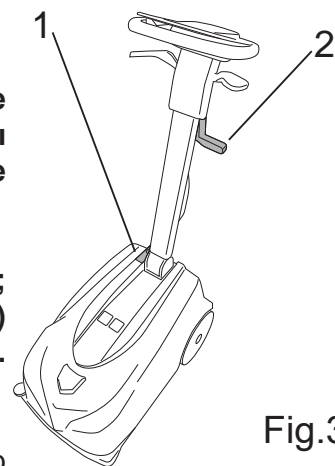

Fig.3
- Выключите машину главным выключателем (рис. 3 - поз. 1).
- Поднимите скребок при помощи рычага (рис. 3 - поз. 1).